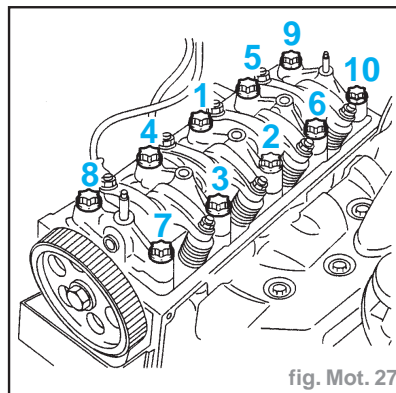

fig. Mot. 27
- Procéder vis par vis et dans l'ordre indiqué (fig. Mot. 27) :
- Si l'arbre à cames a été déposé, serrer la vis de pignon d'arbre à cames à **8 daN.m** (à l'aide de l'outil (7)).